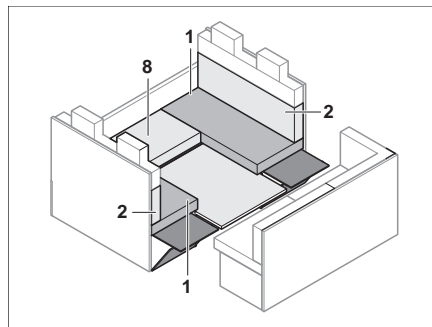

Fig. 137 Durante la transformación
- Quitar el cojín del asiento (Fig. 137,8) y la subestructura.